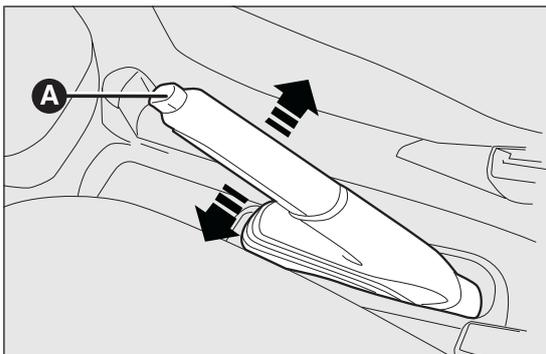

fig. 121
La leva del freno a mano fig. 121 è posta tra i sedili anteriori.
- sollevare leggermente la leva e premere il pulsante di sblocco A fig. 121;